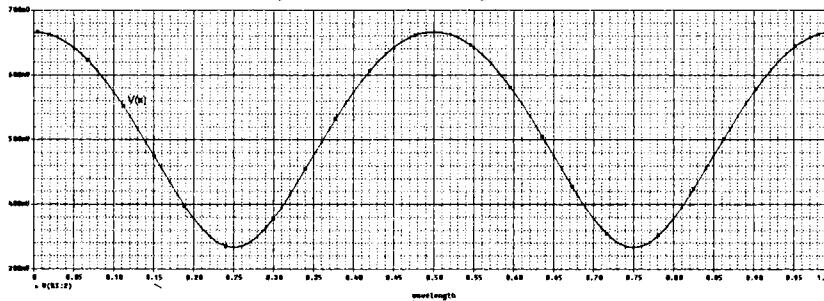

Рис. 11.15. Напряжение в линии с режиме смешанных волн
9. Установите  $RL = 150 \text{ Ом}$ . В линии будет режим смешанных волн. Так как нагрузка больше волнового сопротивления, в конце линии будет максимум напряжения (рис. 11.15).